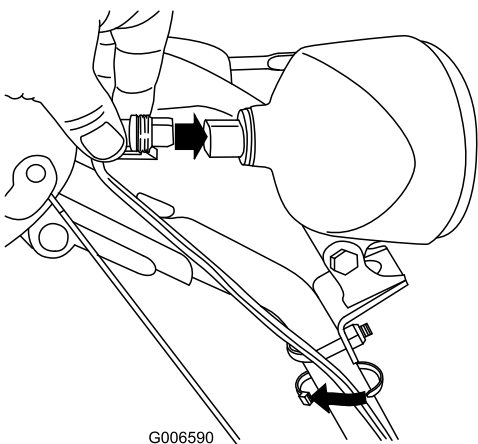

Figura 63
6. Inserite il connettore del cavo nel retro del faro, finché non è saldo (Figura 63).